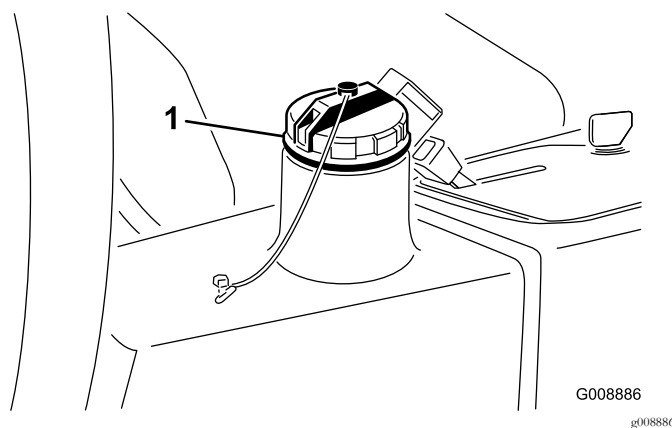

Figura 42
2. Limpe a zona em redor do tubo de enchimento e da tampa do depósito hidráulico (Figura 42) e retire a tampa.